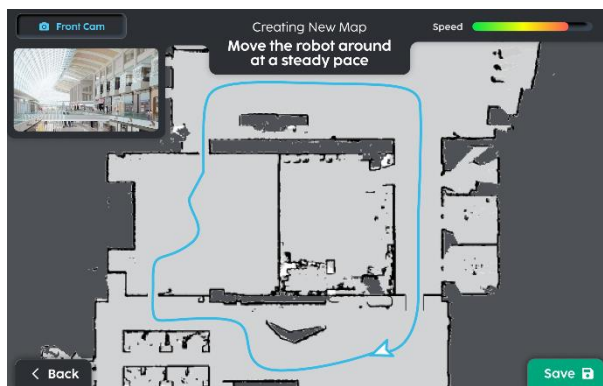
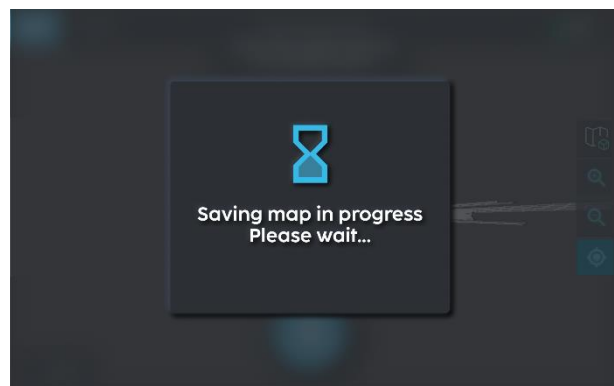

Fig. 11
Fig. 12
3. Zodra het pad gesloten is (fig. 11), druk op 'save (opslaan)' en de kaart wordt opgeslagen (fig. 12).